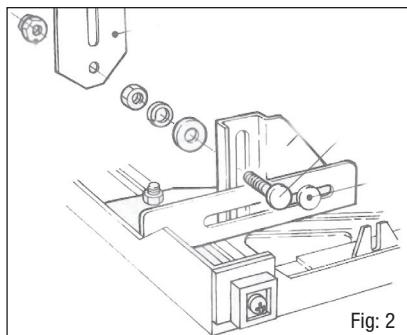

Fig: 2
NOTA: Fig. 2 mostra il modo in cui è fissata la staffa, ma l'esatta posizione della staffa è determinata nelle fasi successive.
NOTA: Non impostare per adesso la staffa ad intaglio(C) e dado Nyloc (L) mostrato in Fig. 2.